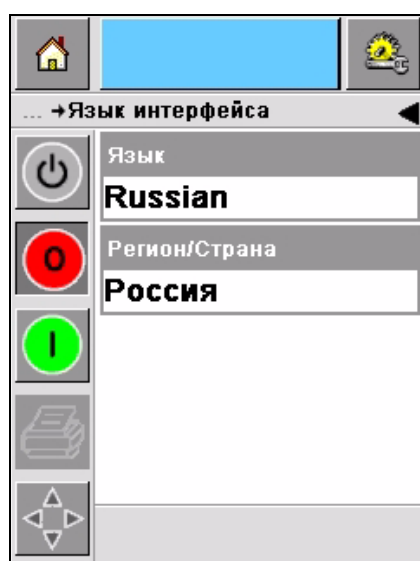

Рисунок 5-26: Экран Локализация
- 1 Перейти к *Tools (Инструменты)* > *Setup (Настройки)* > *Control (Управление)* > *Internationalisation (Локализация)* и экран *Internationalisation (Локализация)* появится (Рисунок 5-26).
- 4 Выберите пиктограмму *Region/Country* (*Регион/Страна*) чтобы выбрать регион или страну (Рисунок 5-26 на странице 5-20).